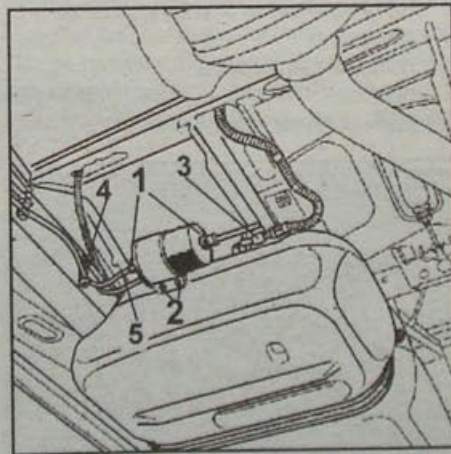

Рис. 1.39. Топливный фильтр:
- Отсоедините электрический разъем (3, рис. 1.39) от датчика уровня топлива и щипцами Mot. 1265 разъедините трубки возврата (4) и подачи (5) топлива.